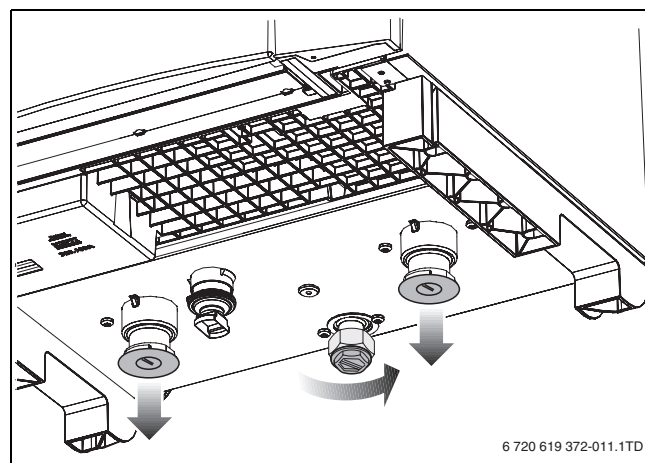

Fig. 17 Rimozione dei tappi di protezione
- ▶ Rimuovere i tappi di protezione ubicati nella parte inferiore della caldaia (→ fig. 17).